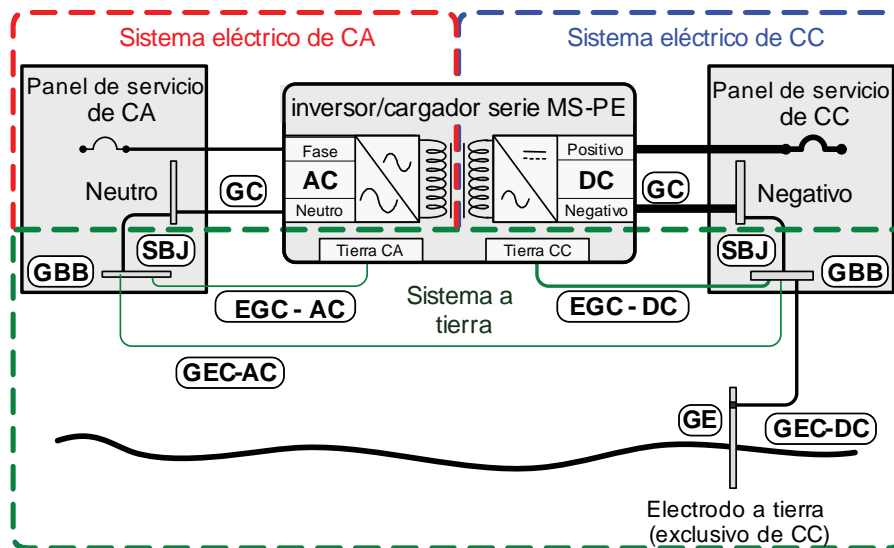

Ilustración 2-13, Conexión sencilla a el electrodo a tierra de CC (Método 3)
- Método 3 (Ilustración 2-13):** El conductor del electrodo de puesta a tierra de CA (GEC-CA) se encuentra unido al punto de tierra de CC y el conductor del electrodo de puesta a tierra de CC (GEC-CC) es la *única conexión* al electrodo de puesta a tierra (GE), que debe ser una varilla, tubo o placa electrodo.